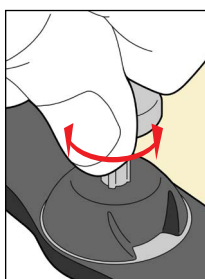

Fig. 9
1. Vrid varje stift på den anteriora termoplastmasken till mellanläggets starthöjd. Rekommenderad höjd är 2 mm (markeringarna är i steg om 0,5 mm). (Fig. 9)